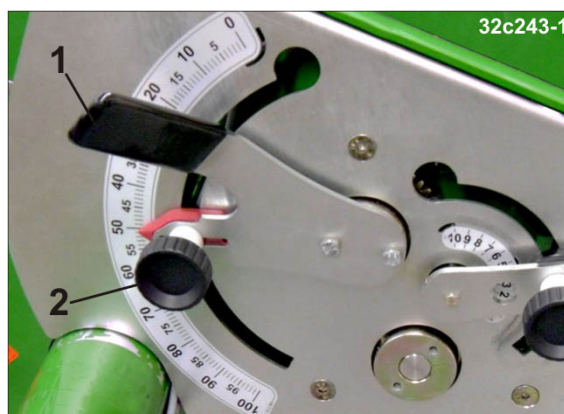

Fig. 164
1. Indstil såsædsafstrygerne med håndtag (Fig. 164/1). Den foreløbige indstillingsværdi fremgår af tabellen (Fig. 72).
2. Sikre indstillingen med fingerskruen (Fig. 164/2).